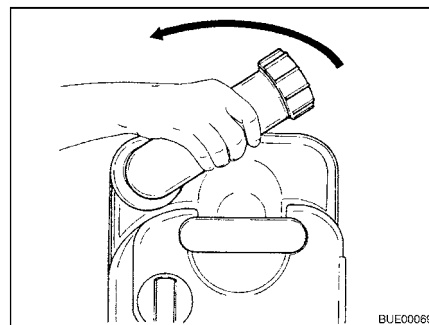

Fig. 289 Girar el tubo de vaciado
- Girar hacia arriba el tubo de vaciado (Fig. 289).